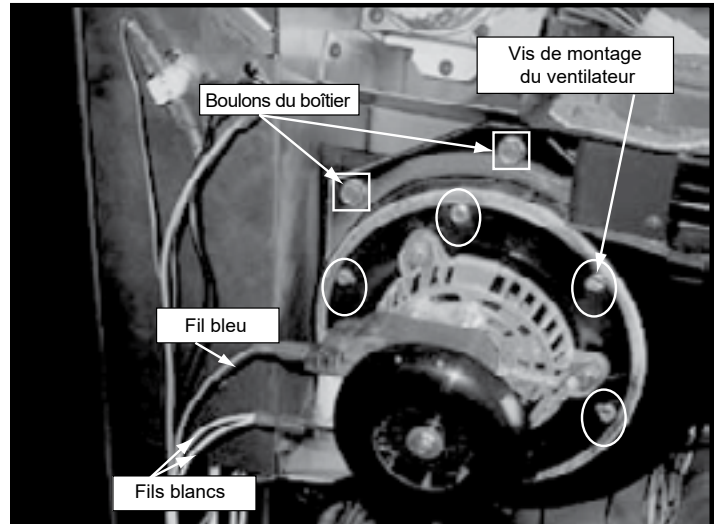

Figure 23.1
b. Enlevez le ventilateur existant (Figure 23.1) :
- À l'aide d'une clé ou tournevis à douille de 8 mm (11/32 po) pour desserrer et retirer les (6) écrous reliant la plaque de montage du moteur au boîtier du ventilateur sur votre appareil.